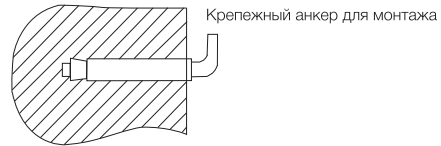

Рис. 5
2. После выбора места монтажа определите места под два крепежных болта с крюками (в зависимости от спецификаций выбранного изделия). Прорежьте в стене два отверстия необходимой глубины с помощью сверла размером, соответствующим размеру крепежных болтов, вставьте винты, поверните крюк вверх, плотно затяните гайки, а затем установите на него электрический водонагреватель (см. рис. 5).